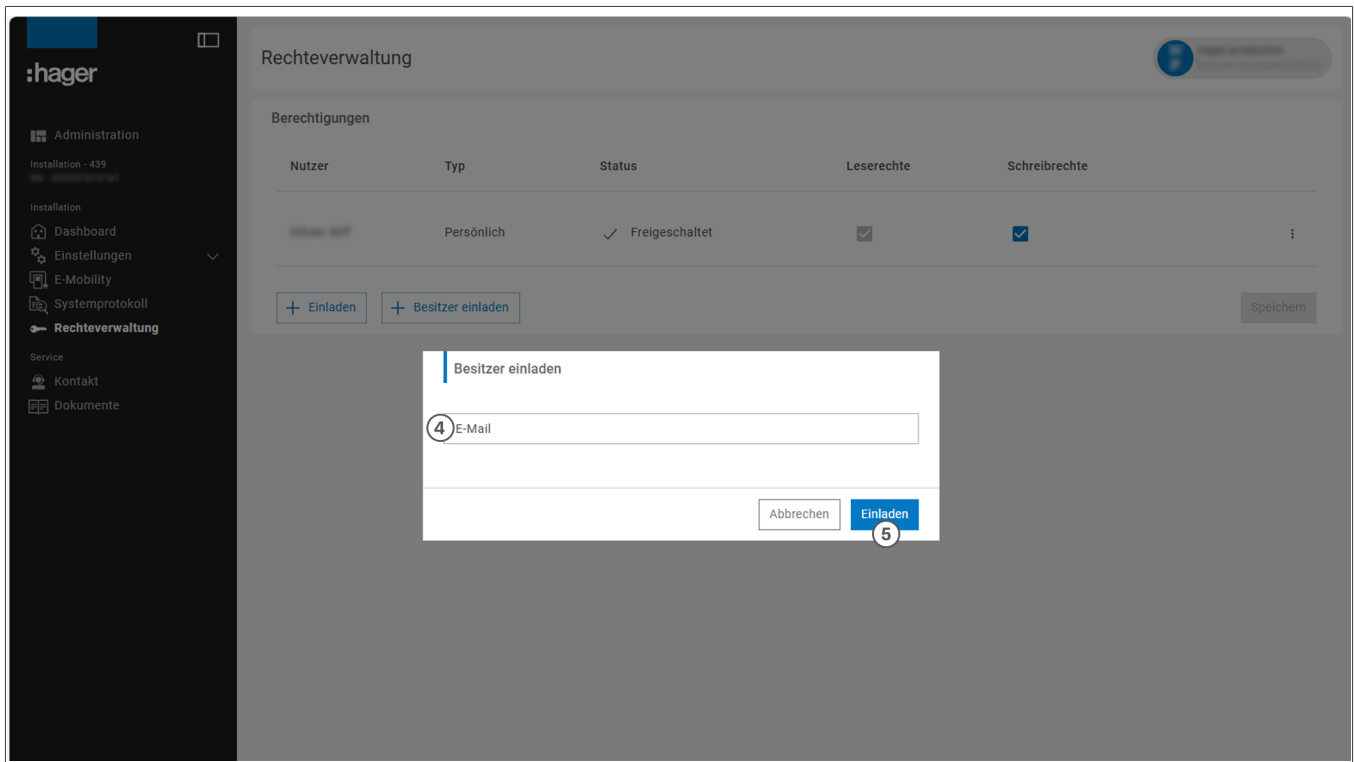

Bild 50: E-Mail des Besitzers (Kunden)
- 3 Die **E-Mail** des Besitzers (**Bild 50**) eingeben und mit **Einladen** absenden oder den Vorgang abbrechen.